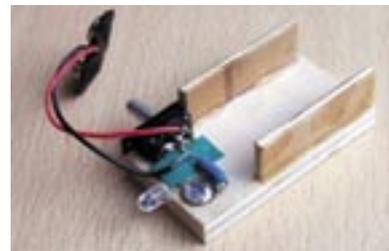

Bild 11: Fertig aufgebaute LED-Leuchte, Teile aber noch nicht mit Kleber fixiert.
3. Schritt: Der schwarze Batterieanschluss ist an den zweiten Anschluss des Widerstandes zu löten. Damit es keinen Kurzschluss gibt, klemmen wir ein Stück Isolierstreifen zwischen die darunter liegende Reißzwecke und den Widerstandsanschluss. Bevor wir das Ganze mit Heißkleber fixieren, sollte alles noch einmal kontrolliert werden. Alles muss genauso aussehen wie im **Bild 11**. Nun schließen wir die Batterie für eine Funktionsprobe an. Leuchtet die LED, wie es **Bild 12** zeigt, haben wir alles richtig gemacht und es kann mit Kleber fixiert werden.